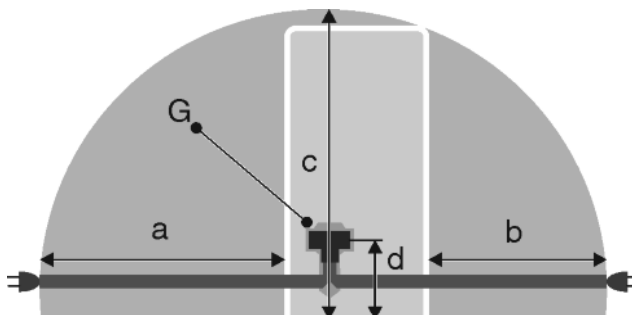

Fig. 41
- Розетка знаходиться поза зоною задньої стінки пристрою у вказаній зоні Fig. 41 (a, b, c).
- ▶ Встановіть штекер пристрою Fig. 41 (G) на задній стороні пристрою. Слідкуйте за правильною фіксацією.